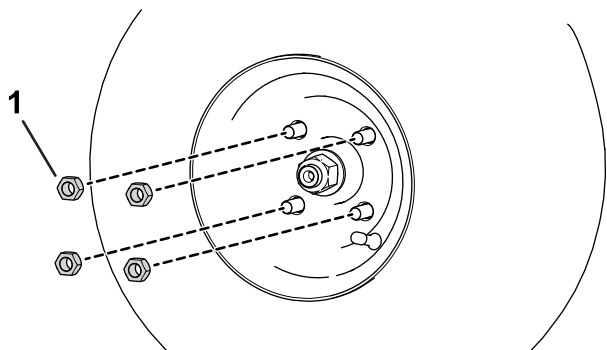

Figure 57
- A. Desserrez et retirez les écrous de roue (Figure 57).
- B. Installez les écrous de roue (Figure 57).